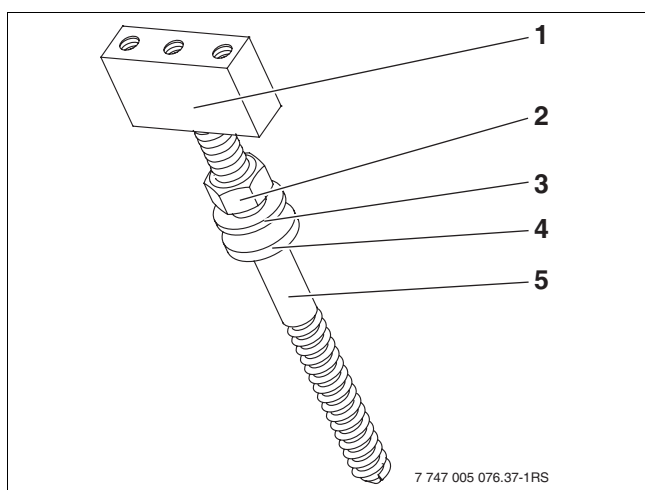
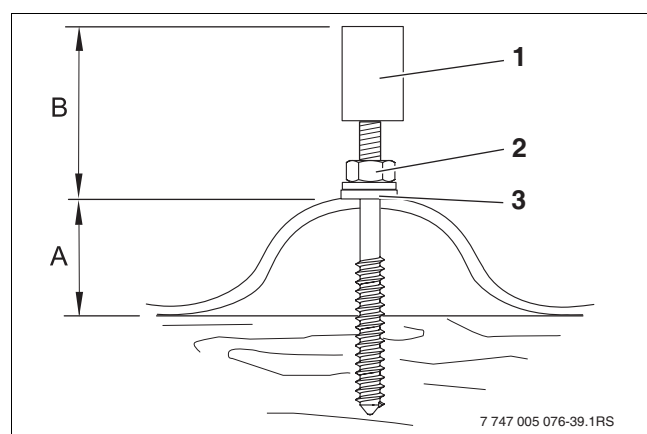

Fig. 37 Ordre de montage de la patte à vis
Fig. 38 Pattes à vis montée
- Pour le montage des pattes à vis, respecter l'ordre d'assemblage des différents éléments (→ fig. 37).
- Tourner l'écrou-cage (fig. 37, [1]) jusqu'à la butée sur la patte à vis (fig. 37, [5]).
En vissant les pattes à vis, veiller à ce que les écartements (→ tabl. 10, fig. 38) soient les mêmes pour toutes.
- Visser l'écrou (fig. 37, [2]) jusqu'à ce que la rondelle d'étanchéité (fig. 38, [3]) repose parfaitement sur le toit.